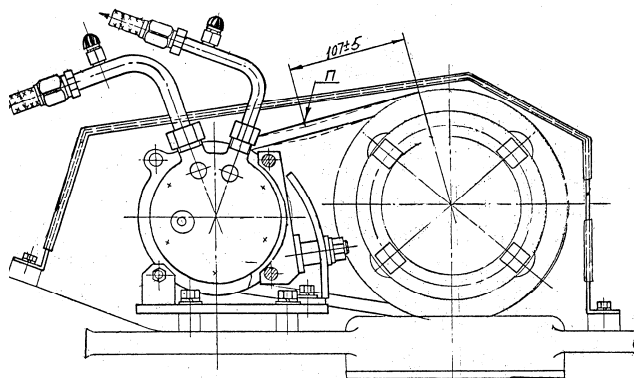

Рис. 48 Регулировка натяжения ремня привода компрессора
2. При проведении ТО-1, ТО-2, ТО-3 проверять и, при необходимости, регулировать натяжение ремня привода компрессора. Прогиб ремня (рис. 48) при приложении усилия $4 \pm 0,2$ кг в точке "П" должен быть в пределах 9...14 мм.